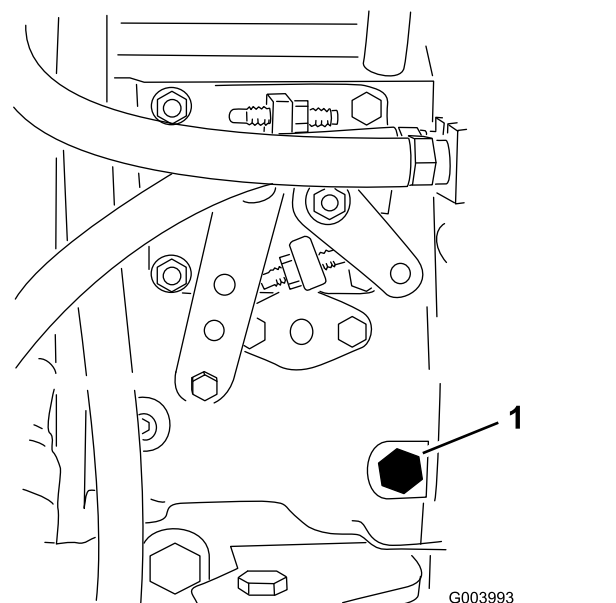

図 35
3. 燃料噴射ポンプ **図 35** についているエア抜きねじを、12mm のレンチを使って開く。